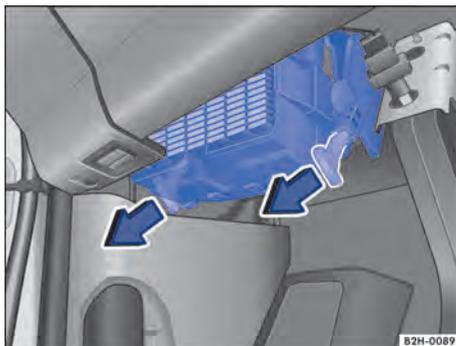

Fig. 160 Caixa de fusíveis abaixo do painel de instrumentos.
1. Para destravar a caixa de fusíveis, puxar a alavanca de travamento para baixo, na direção da seta → Fig. 160.